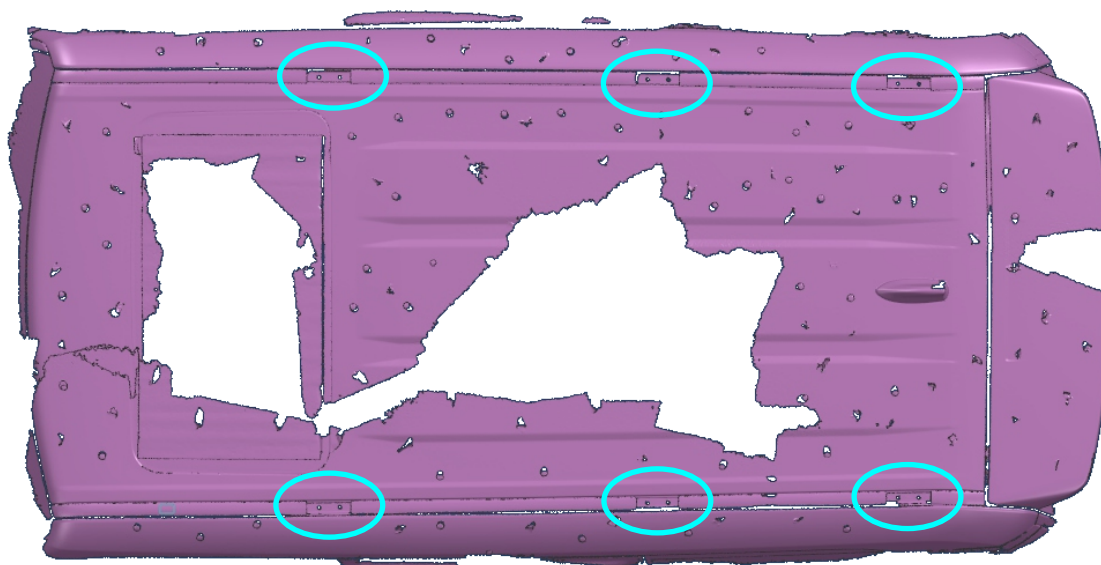

Рис. 5
5. Для Land Cruiser 250 без штатных рейлингов: снимите наклейки и кронштейны в местах, показанных на рис.5.